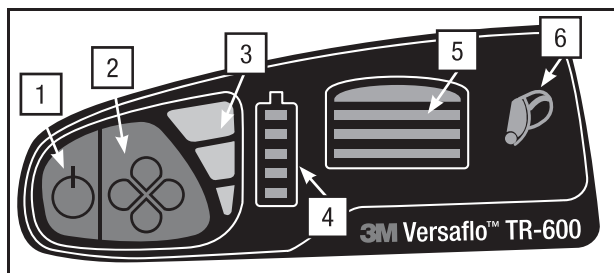

Fig. 13 Interface do Usuário do Motorizado
- Insira o filtro/cartucho na capa do filtro, certificando-se de que a guia de travamento se encaixa no local apropriado (Fig. 4-4). A etiqueta filtro/cartucho deve estar visível na janela da capa (Fig. 13).